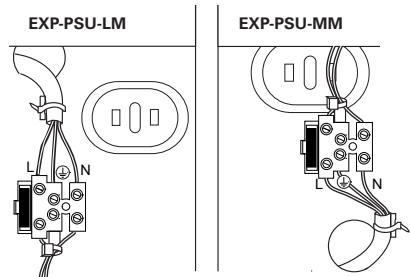

Figure 7. Connexions secteur
**AVERTISSEMENT :** lorsqu'elles sont connectées au réseau sous tension, les tensions de secteur sont présentes sur les têtes recouvertes des vis du bornier du connecteur secteur (Figure 7).
Brancher le câble secteur au bornier (Figure 7) et ajouter un collier de serrage. Ne mettre sous tension qu'après le remontage du couvercle.